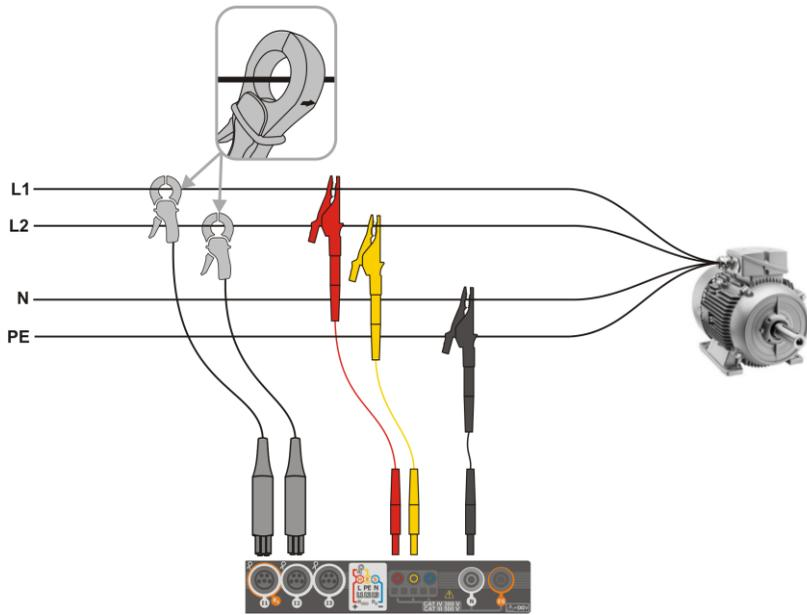

Fig. 5.5 Anschlussdiagramm – 2-Phasen
- 2-Phasen (Einphasen-Dreileiternetz) (Fig. 5.5),